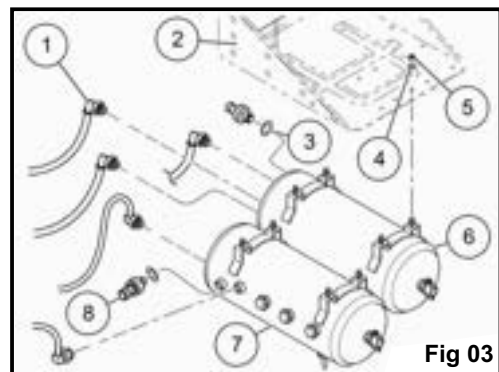

Fig 03
- Instalar los tanques de aire situadas por debajo del soporte de la batería (Fig 03).